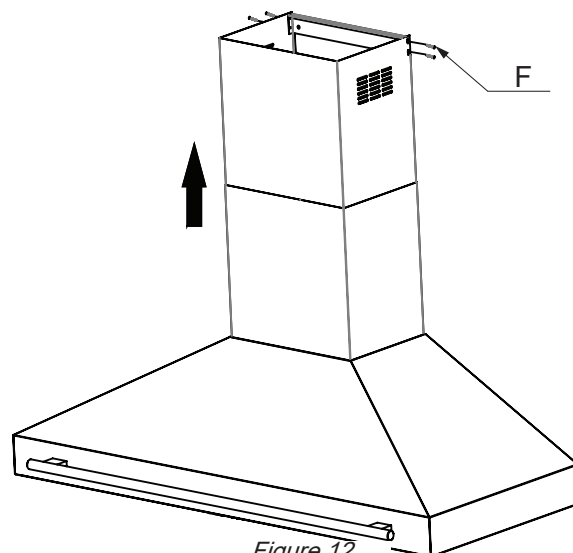

Figure 12.
15. Déployez la section supérieure de la cheminée (2.1) vers le haut jusqu'à ce que les fentes d'aération verticales soient entièrement visibles et alignées avec le support de montage de la cheminée. Figure 12.
16. Fixez la section supérieure au support à l'aide des vis M4 × 0,472" fournies (F). Assurez-vous que les deux sections de la cheminée sont stables, alignées et solidement fixées. Figure 12.